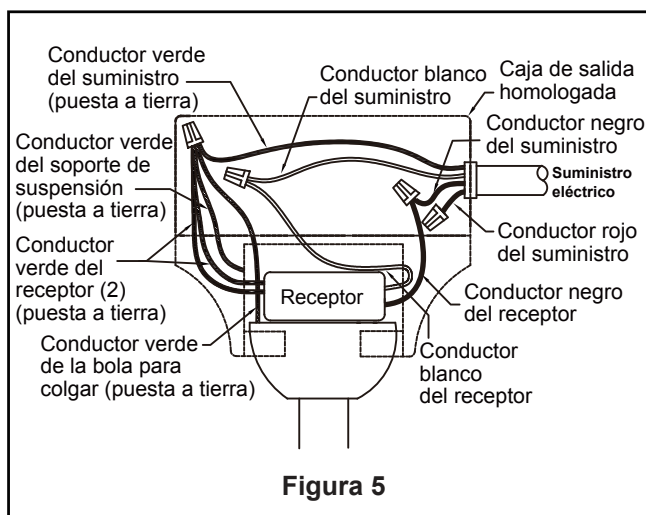

Figura 5
5. Coloque el soporte de la varilla y alinee los orificios de la clavija de horquilla en ambas piezas. Instale la clavija de horquilla y asegúrela con la pinza de horquilla. Instale los set de tornillos con tuercas en el soporte de la varilla. Fije con seguridad el set de tornillos con el destornillador y luego fije bien las tuercas con una llave hexagonal. (Figura 5)
4. Una vez haya hecho las conexiones, coloque los cables hacia arriba y empújelos cuidadosamente hacia dentro de la caja de la toma de corriente, poniendo los cables blancos y verdes a un lado de la caja y los negros hacia el otro lado. Los cables deben ser colocados de forma extendida poniendo el conductor de la toma de tierra y el conductor de toma de tierra del equipo a un lado de la caja, colocando el conductor sin toma de tierra en el otro lado de la caja. (Figura 5)
☐ **7.** Para configurar el código del mando a distancia a las mismas posiciones que en el receptor. Mueva los interruptores de código hasta colocar el código de selección en la posición arriba o abajo. Con un destornillador pequeño o con una lapicera (no se incluye) deslice firmemente hacia arriba o hacia abajo. (Figura 5)
- ☐ 5. En este paso, el receptor WiFi de su ventilador de techo debe estar instalado y dentro del rango de su router WiFi. Con la App abierta, seleccione “añadir dispositivo”. (Figura 5)